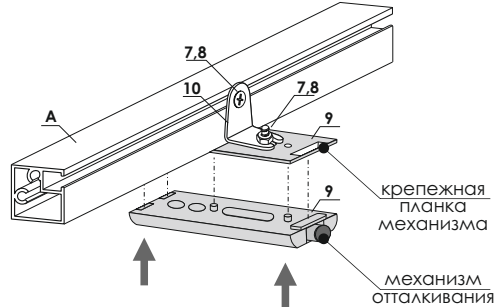

рис. 4
4. Защелкните механизм отталкивания к зафиксированной крепежной планке (рис.4)